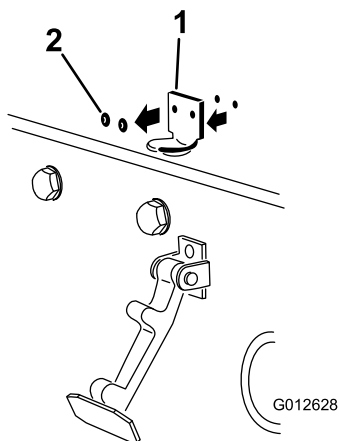

Figura 6
2. Retire los 2 remaches que sujetan el cerradero del capó al capó (Figura 6).